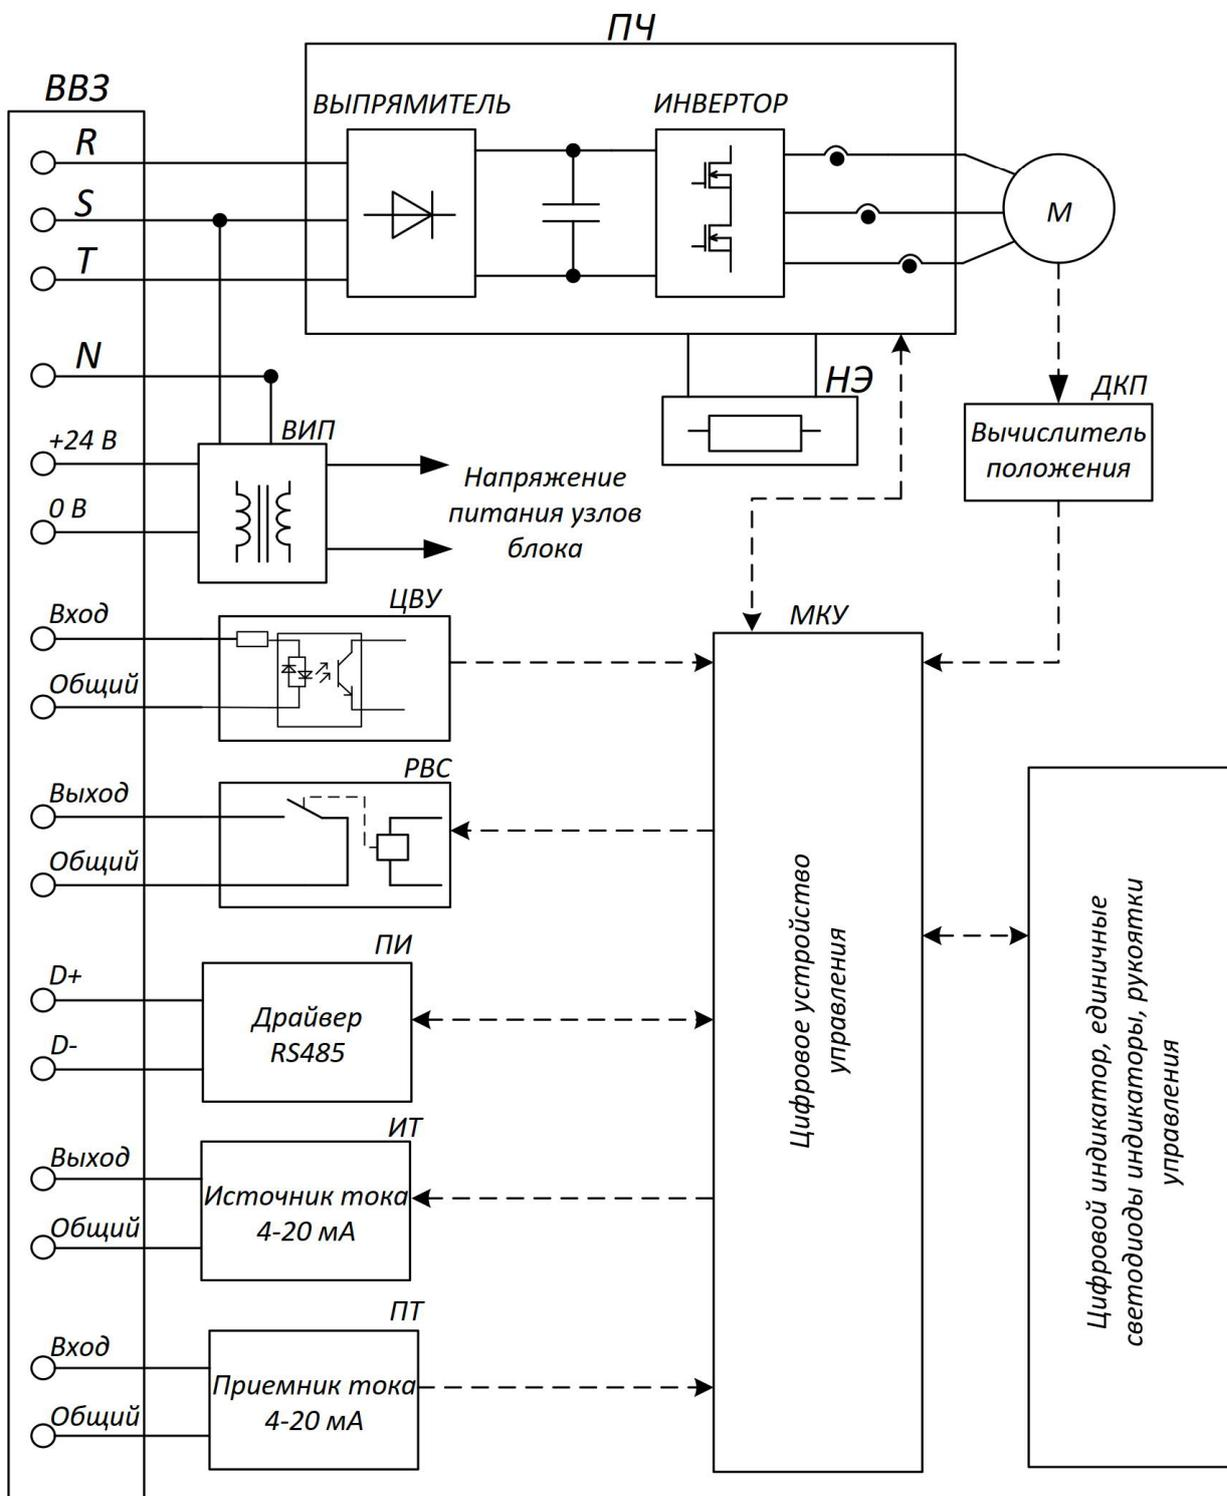

Рис. 2– Функциональная схема устройства блока
Описание функционального состава, устройства и работы блока приведено на рис. 2 и в таблице 5.
- контроллера, состоящего из функциональных электронных узлов, в соответствии с рис. 2 и таблицей 5.